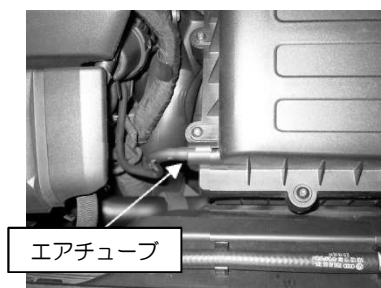

図 3
- 3) クリーナーBOX からエアチューブを取り外します。図 3 参照